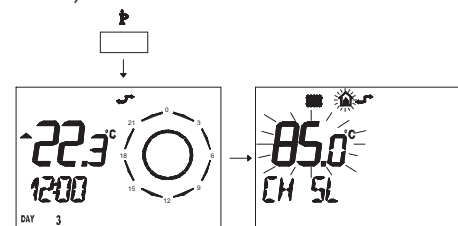

Figura 5.62
- Premere per più di 3 secondi il pulsante per entrare in modalità INFO (Figura 5.62).